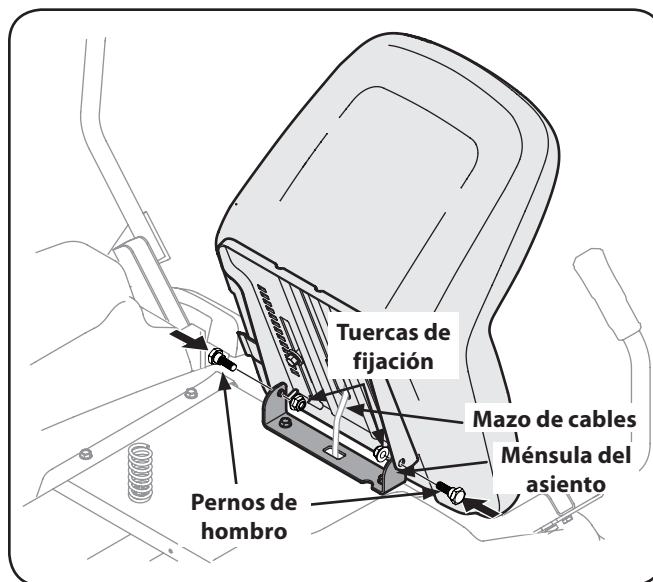

Figura 3-3
Gire el asiento en su posici  n y asegure el asiento en su lugar con los pernos de reborde y tuercas de sujeci  n que extrajo antes. Tenga cuidado de no doblar o da  nar el cableado mientras instala el asiento. Vea la Figura 3-3.
4. Levante y gire esa palanca de control hacia arriba hasta que el orificio ranurado en el soporte de la palanca se alinea con uno de los orificios del soporte de pivote. Vea la Figura 3-3.
5. Deslice la arandela plana en el tornillo hexagonal. Desde el exterior, insertar el tornillo hexagonal con arandela a través de la ranura de la palanca de control y el orificio de la ménsula de pivote. Vea la Figura 3-3. El uso de un 1/2 "llave apriete el tornillo, pero no los apriete completamente.